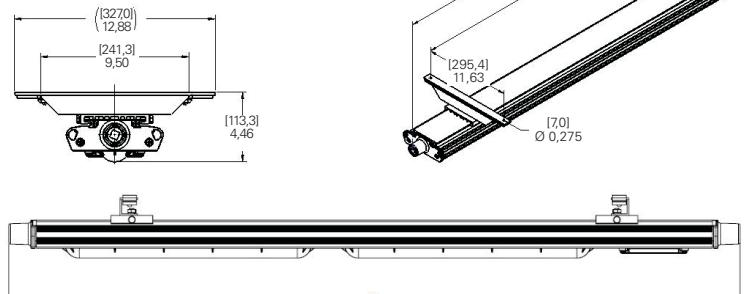

Figure 6 : Trousse de montage MagnaPro DP1050MTK
- Marquer et percer des trous pour installer les supports sur le mur ou le plafond à l'aide de deux boulons de 1/4 po (non inclus). Pour que les trous des supports MagnaPro soient espacés correctement, il est recommandé de les séparer d'au moins 12 po (305 mm) (voir figure 6).